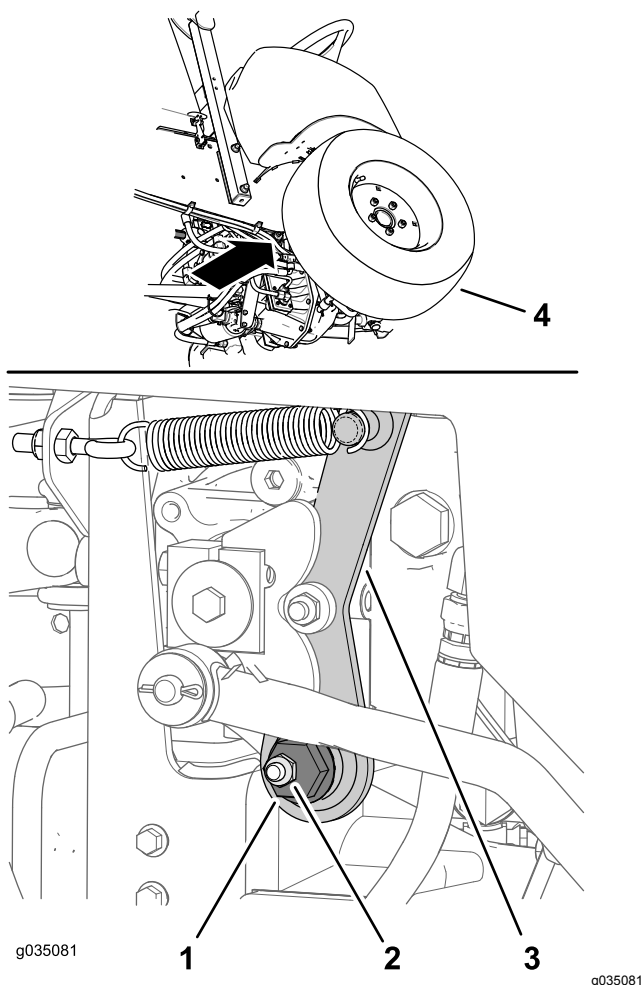

Bild 68
1. Die Exzeterschraube befindet sich an der rechten Seite der Hydraulikpumpe unterhalb der Steuerkonsole (Bild 68).
2. Lösen Sie die Befestigungsmutter bis Sie die Exzentrerschraube bewegen können (Bild 68).
4. Drehen Sie die Exzentrerschraube gegen den Uhrzeigersinn, bis das Vorderrad beginnt sich vorwärts zu drehen, drehen Sie die Exzentrerschraube dann nach hinten, bis sich das Vorderrad rückwärts dreht (Bild 68).